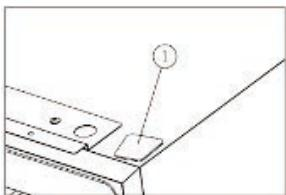

Figura 4
- Instale a tampa ①.[Figura 4]